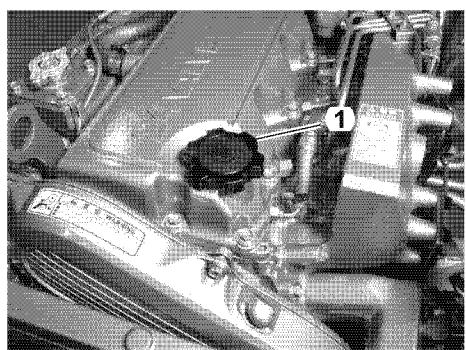

Figura 2
8. Rimuovere il tappo del bocchettone per il rifornimento (1, **Figura 2**) e versare l'olio del motore nel foro del bocchettone. Vd. *Rabbocco dell'olio motore - 30*.